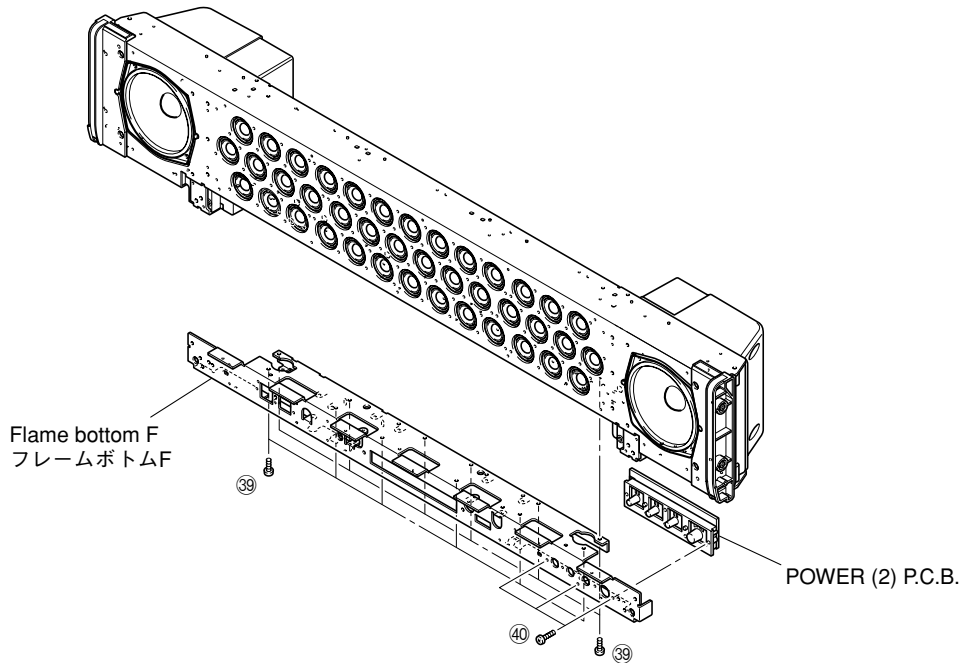

Fig. 14
14. Removal of POWER (2) P.C.B.
- a. Remove 12 screws (39). (Fig. 14)
- d. Remove the flame bottom F together with POWER (2) P.C.B.. (Fig. 14)
- c. Remove 3 screws (40). (Fig. 14)
- d. Remove the POWER (2) P.C.B.. (Fig. 14)
14. POWER (2) P.C.B.の外し方
- a. 39のネジ12本を外します。(Fig. 14)
- d. フレームボトムFをPOWER (2) P.C.B.と一緒に取り外します。(Fig. 14)
- c. 40のネジ3本を外します。(Fig. 14)
- d. POWER (2) P.C.B.を取り外します。(Fig. 14)